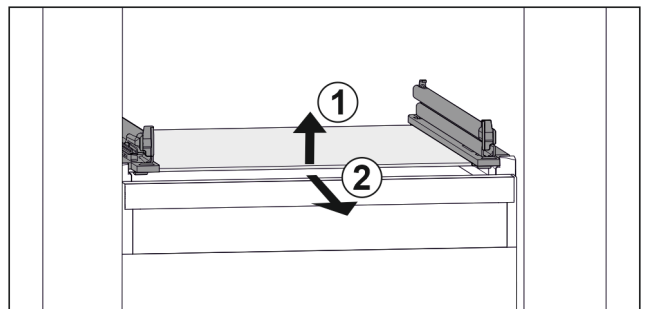

Fig. 137 Primjerni prikaz staklene ploče
- ▶ Staklenu ploču podignite srijeda. Fig. 137 (1)
- ▶ Izvadite staklenu ploču prema naprijed. Fig. 137 (2)